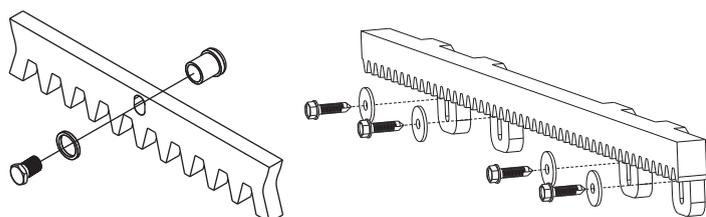

Fig. 7 **Crémaillère en acier**
5.2. Fixer à chaque élément de la crémaillère les cliquets de support à l'aide des vis de blocage qui doivent être positionnées sur la partie supérieure du trou oblong (Fig. 7);